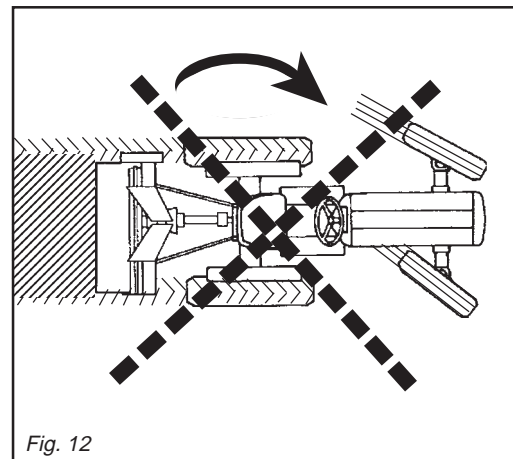
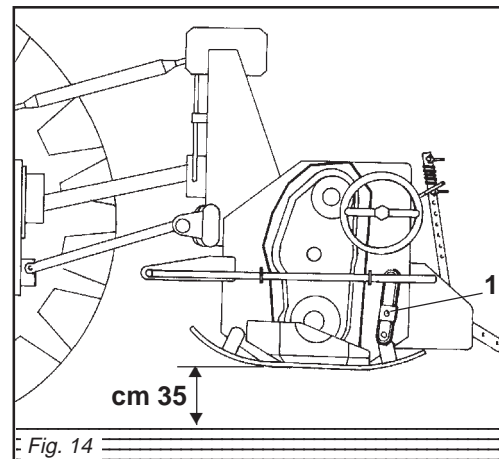

Fig. 12
Fig. 14
Durante il lavoro evitare di effettuare curve con la macchina interrata, ne tantomeno lavorare in retromarcia (Fig. 12, 13). Sollevarla sempre per i cambiamenti di direzione e le inversioni di marcia. Durante il trasporto, od ogni qualvolta si renda necessario il sollevamento della zappatrice, è opportuno che il gruppo di sollevamento del trattore venga regolato in modo che la zappatrice stessa non sia sollevata da terra per più di 35 cm circa (Fig. 14).
*During work, avoid turning corners while the implement is soil working. Never work in reverse (Fig. 12, 13). Always raise the implement in order to reverse or change direction.*
*During transport, or whenever the implement must be raised, it is advisable to adjust the lift unit of the tractor so that the implement itself is not raised more than about 35 cm from the ground (Fig. 14).*
Vermeiden Sie es, die Hackfräse unbelastet (außerhalb der Erde) laufen zu lassen. Wenn das Gerät unterirdisch arbeitet, keine Kurven fahren und auch nicht rückwärts fahren (Abb. 12, 13). Das Gerät zum Ändern der Richtung und zum Wenden immer ausheben. Während des Transportes, jedesmal wenn das Ausheben des Gerätes erforderlich wird, sollte der Kraftheber des Schleppers immer so eingestellt werden, daß das Gerät nicht mehr als circa 35 cm Abstand vom Boden aufweist (Abb. 14).
*Relevez toujours l'appareil lors des changements de direction et des inversions de marche (Fig. 12, 13). Pendant le déplacement et chaque fois qu'il faut relever la houe, veillez à ce que le groupe de relevage du tracteur soit réglé de manière à la soulever au moins de 35 cm (Fig. 14).*
Alzarla siempre para cambiar de dirección y para las inversiones de marcha (Fig. 12, 13). Durante el transporte, cada vez que se hace necesario alzar el equipo, es conveniente que el grupo de elevación del tractor se regule en modo tal que el equipo mismo no se alce desde el suelo más de 35 cm aprox. (Fig. 14).
**Zappatrici con slitte:** per regolare la profondità nelle zappatrici con slitte, è necessario allentare la vite di registro (1 Fig. 14), alzare o abbassare la slitta nella posizione desiderata, riavvitare poi la vite di registro. Questa operazione va effettuata su tutte e due le slitte e varia a seconda del terreno.
**Machine with skids:** to adjust working depth on this type of machine you must loosen the adjustment screw (1 Fig. 14) and raise or lower the skid the desired amount. Then retighten the screw. Both skids should be subjected to this operation which will vary according to the type of soil.
**Maschine mit Schlitten:** um die Arbeitstiefe der Maschine mit Schlitten zu bestimmen, ist es notwendig die Stellschraube zu lockern (1 Abb. 14), den Schlitten im gewünschten Maße zu heben oder zu senken, und die Stellschraube wieder anzuziehen. Dieser Vorgang ist auf beiden Kufen vorzunehmen und hängt von der Bodenbeschaffenheit ab.
**Machine avec patins:** pour régler la profondeur sur les machines avec patins, desserrer la vis de réglage (1 Fig. 14), soulever ou abaisser les patins à la mesure désirée et revisser la vis de réglage. Cette opération doit être effectuée sur les deux patins et varie selon le sol.
**Máquinas con correderas:** para ajustar la profundidad en las máquinas con correderas, hace falta quitar el perno de registro (1 Fig. 14), subir o bajar las correderas de la misma deseada y volver a introducir el perno en su agujero. Esta operación se efectúa sobre ambas correderas y varia de acuerdo al terreno.